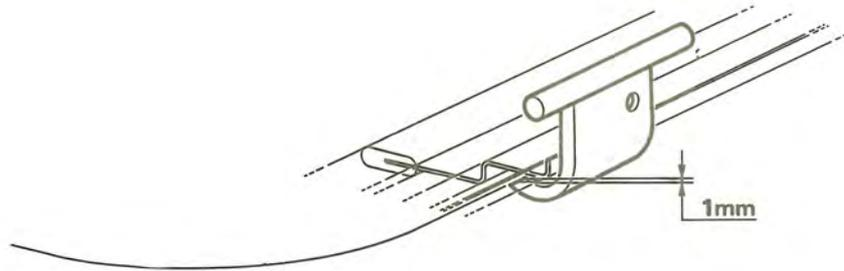

Abb. 2
- c) Vordere Schiebedachtraverse ausbauen und die Gleitschuhe des Schiebedachverschlusses ungefähr 1 mm abfeilen um beim Schließen des Schiebedaches ein ausreichendes Spiel zwischen Gleitschuh und Schiebedachwanne zu gewährleisten (s. Abb. 2)
- Wenn dies nicht der Fall ist, mit einem Hebel die Befestigungslasche des Pedals richten (dabei muss der Hebel weit in dem Pedallagerblock hineinragen) s. Abb. 2.